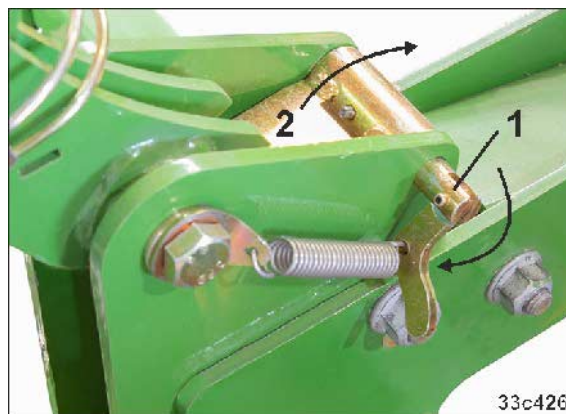

図 182
1. ロック位置にあるロックレバー (図 182/1)
(図 182/2)